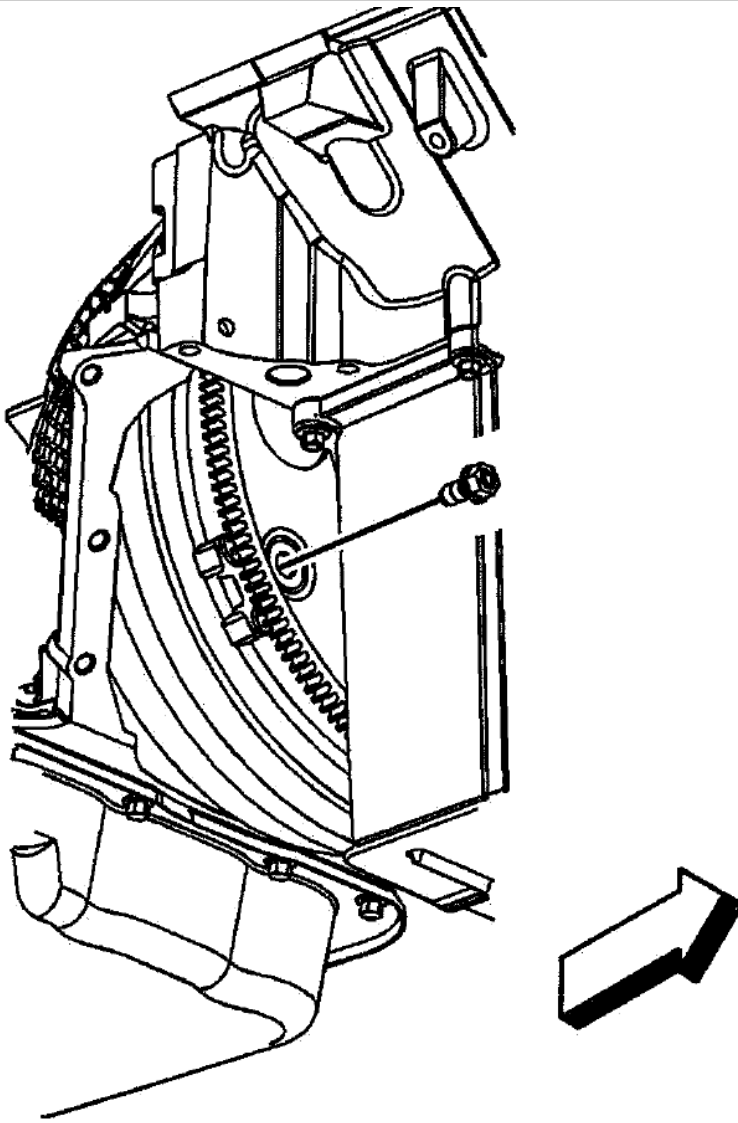

FIGURA 2
6. Instale los pernos de la conexión del convertidor de torque como se muestra en la Figura 2, a través del orificio del motor de arranque. Instale un perno apretado a mano, gire el motor e instale el siguiente perno y apriete a mano, gire el motor e instale el último perno. Apriete a 65 Nm (48 Lbs-pie). Gire el motor para apretar los pernos restantes. Si gira el motor con un perno de balanceador de manivela, gire sólo en dirección de las manecillas del reloj (viendo desde el frente del motor). El perno del balanceador de manivela sólo se debe girar en dirección de "apriete". Nota: si reutiliza pernos del convertidor de torque, limpie las roscas del perno y aplique sellador.